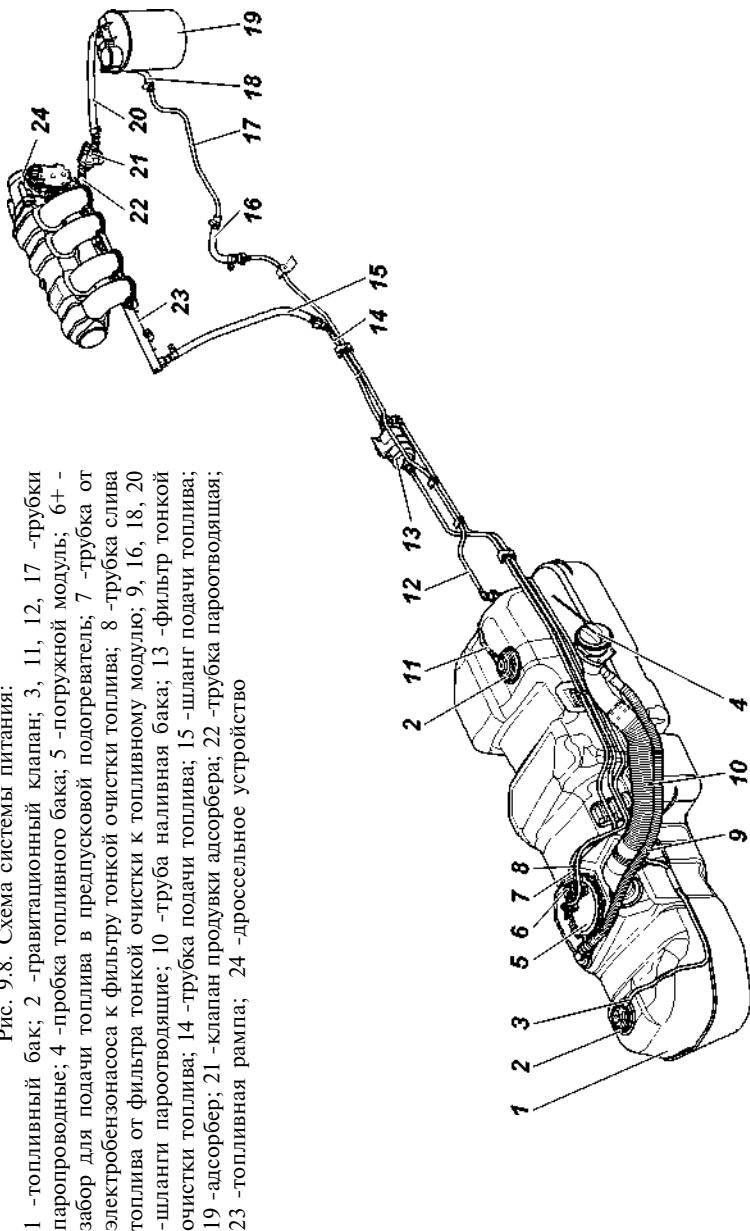

Рис. 9.8. Схема системы питания:
**Топливный бак 1** (рис. 9.8) пластиковый (многослойный) оборудован металлической защитой для защиты узла от повреждений при движении автомобиля по тяжелому грунту.
**Погружной модуль 5** (рис. 9.8) включает в себя электробензонасос, сетчатый фильтр, заборную камеру со струйным насосом, штуцером подачи топлива к предпусковому подогревателю, регулятор давления и датчик указателя уровня топлива.